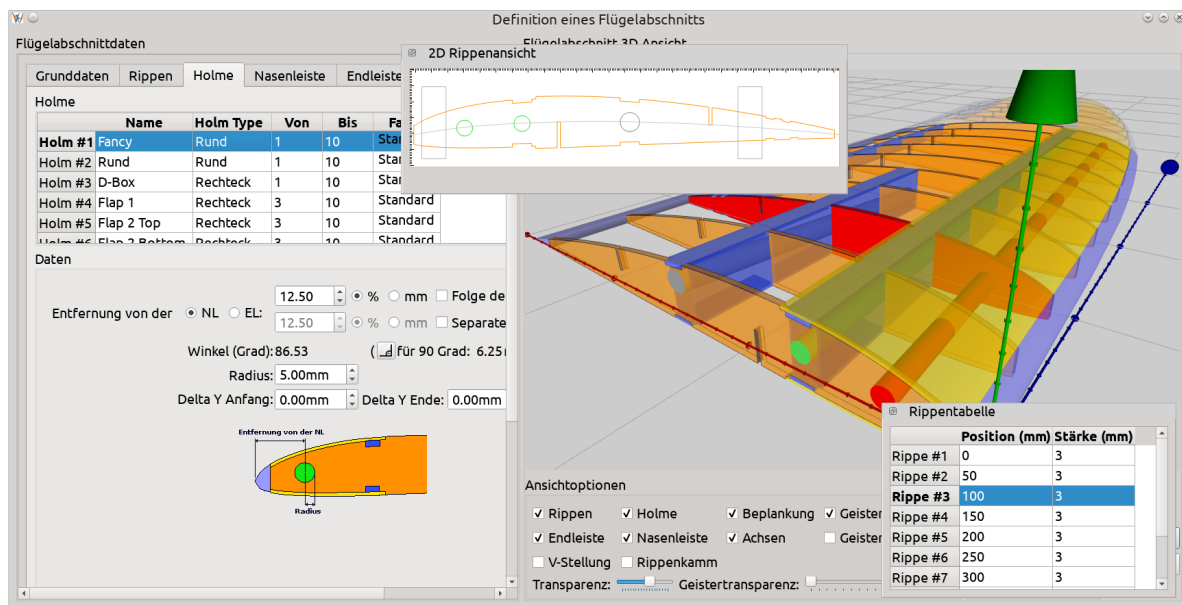

Abbildung 7: Ausgelöste 2D Rippensicht und Rippentabelle
- Sowohl die 2D Rippenansicht, als auch die Rippenliste, können durch die Betätigung der mit rot eingekreistem Stern („*“) gekennzeichneten Schaltflächen aus diesem Fenster „abgerissen“ und ausgelöst werden. Damit können Sie diese zwei Elemente beliebig platzieren und immer im Auge behalten, auch wenn Sie diese Ansicht verlassen um z.B. die Holme zu bearbeiten (Abbildung 7). Wenn Sie das Bearbeitungsfenster schließen, werden diese Elemente automatisch wieder an ihren ursprünglichen Platz angedockt.